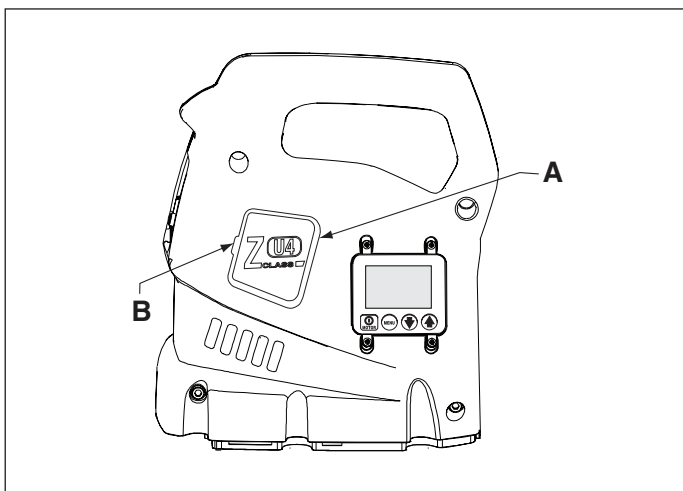

Figura 8, Extracción de la tapa de la escobilla
2. Extraer ambas tapas de las escobillas (A) separando el cierre de la tapa de la escobilla (B) y aplicando palanca con cuidado hacia afuera. Véase la Figura 8.